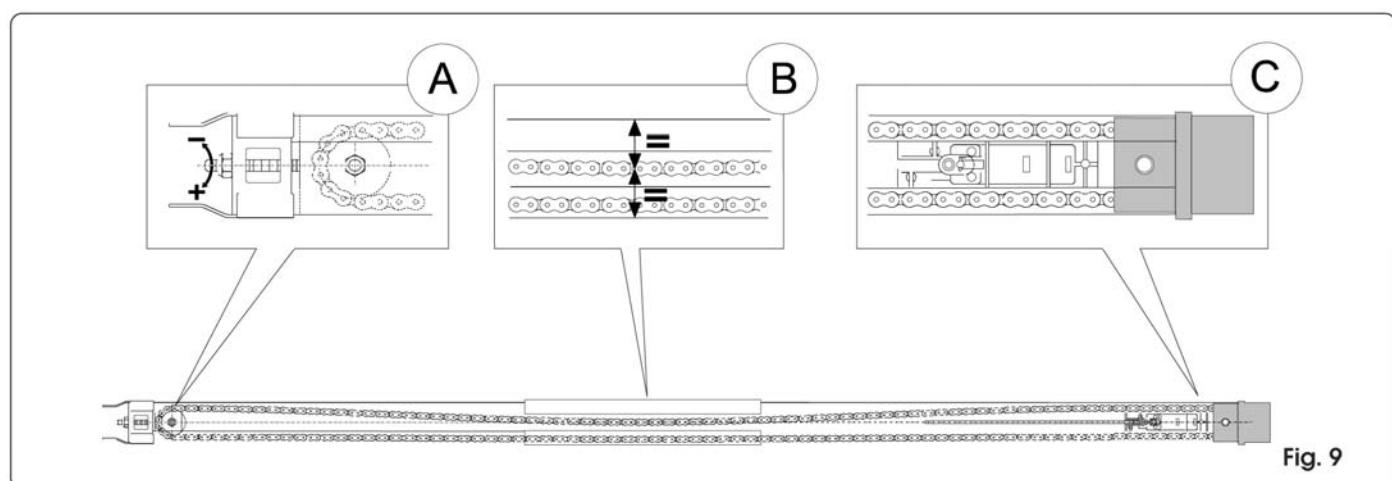

Fig. 9
- 5) Coucher le rail sur le côté (fig. 9)
- 6) Pousser le chariot près du groupe d'embrayage de la traction (fig. 9 réf. C).
- 7) Régler le tendeur (fig. 9 réf. A) de manière à ce que la partie centrale de l'anse, formée par la branche supérieure de la chaîne, se trouve approximativement sur la médiane du rail (fig. 9 réf. B).